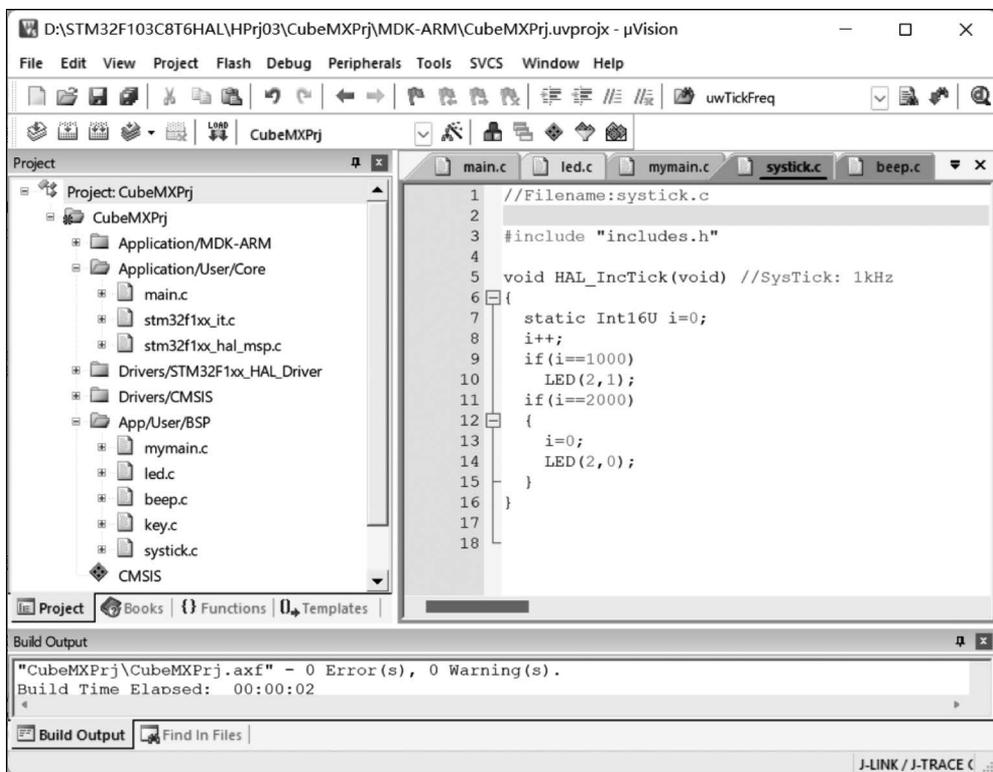

图 5-4 工程 HPj03 工作窗口
(4) 将 systick.c 文件添加到工程管理器的 App/User/BSP 分组下, 即完成工程 HPj03 的建设工作, 如图 5-4 所示。